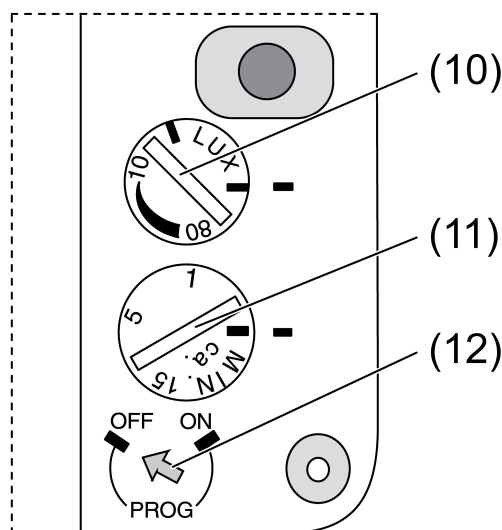

Bilde 8: Parallellkobling med automatisk trappebelysning eller impulsrelé
Belysningen slås enten på via den automatiske trappebelysningen (9) eller via effektdelen i kombinasjon med trådløs overvåking (bilde 8).